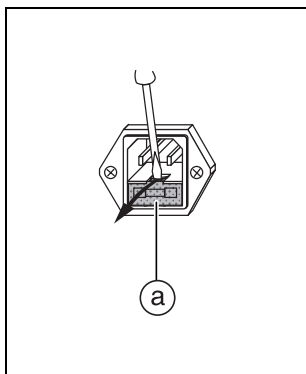

Fig. 2.1
Enlever la cartouche-fusible ① avec le support pour fusible primaire ② et fusible de réserve ③ (fig. 2.1).
Extraer palanqueando la pieza ① con portafusible para fusible primario ② y de reserva ③ (Fig. 2.1).